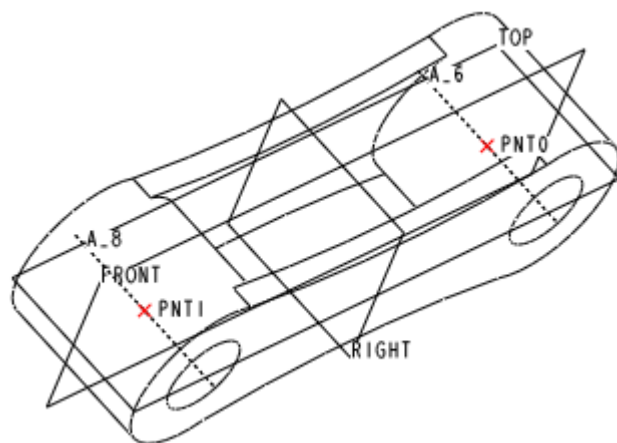

图 54-14
- (3) 与建立基准点 PNT0 的方法相同,建立过基准轴 A_8 和基准平面 FRONT 的基准点 PNT1,如图 54-14 所示。